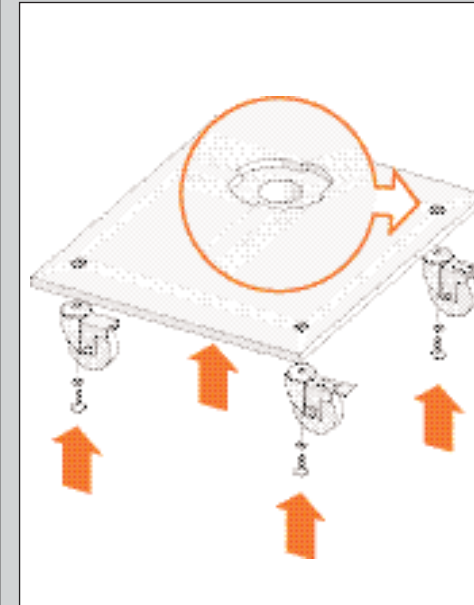

ABBILDUNG 8
1. Befestigen Sie die Rollen mit dem Sockelboden mit den Zahnscheiben und den Schrauben (siehe Abb. 8).